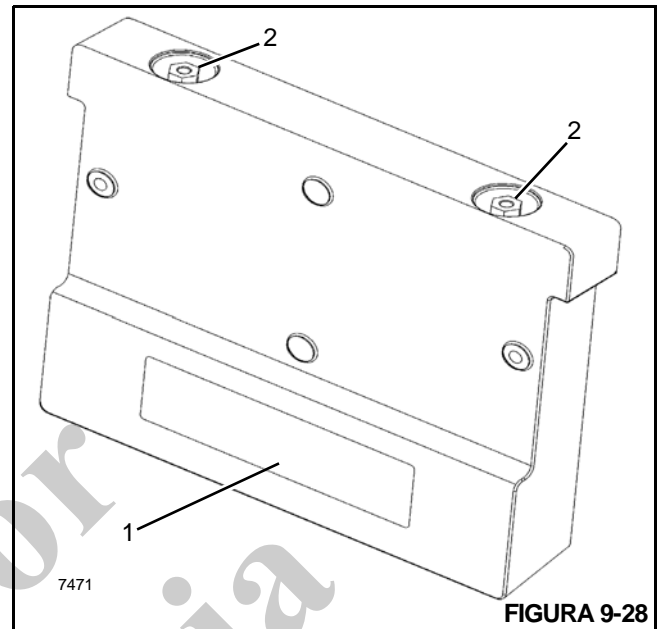

FIGURA 9-28
Cada placa de contrapeso se puede identificar por el número de pieza y el peso estampados (1, Figura 9-28) en el costado de la placa.
3. Instale dos pernos de elevación roscados en los insertos de elevación de 1.25 x 7 UNC (2, Figura 9-28). Con un dispositivo de levante adecuado, conecte las tiras de levante a los pernos. Después que las tiras están conectadas, elimine la holgura de las tiras.
3. Instale dos pernos de elevación en los insertos de elevación de 1.25 x 7 UNC (2, Figura 9-28). Con un dispositivo de levante adecuado, conecte tiras a cada perno y eleve y coloque el contrapeso dentro de la pieza soldada de soporte de la grúa.